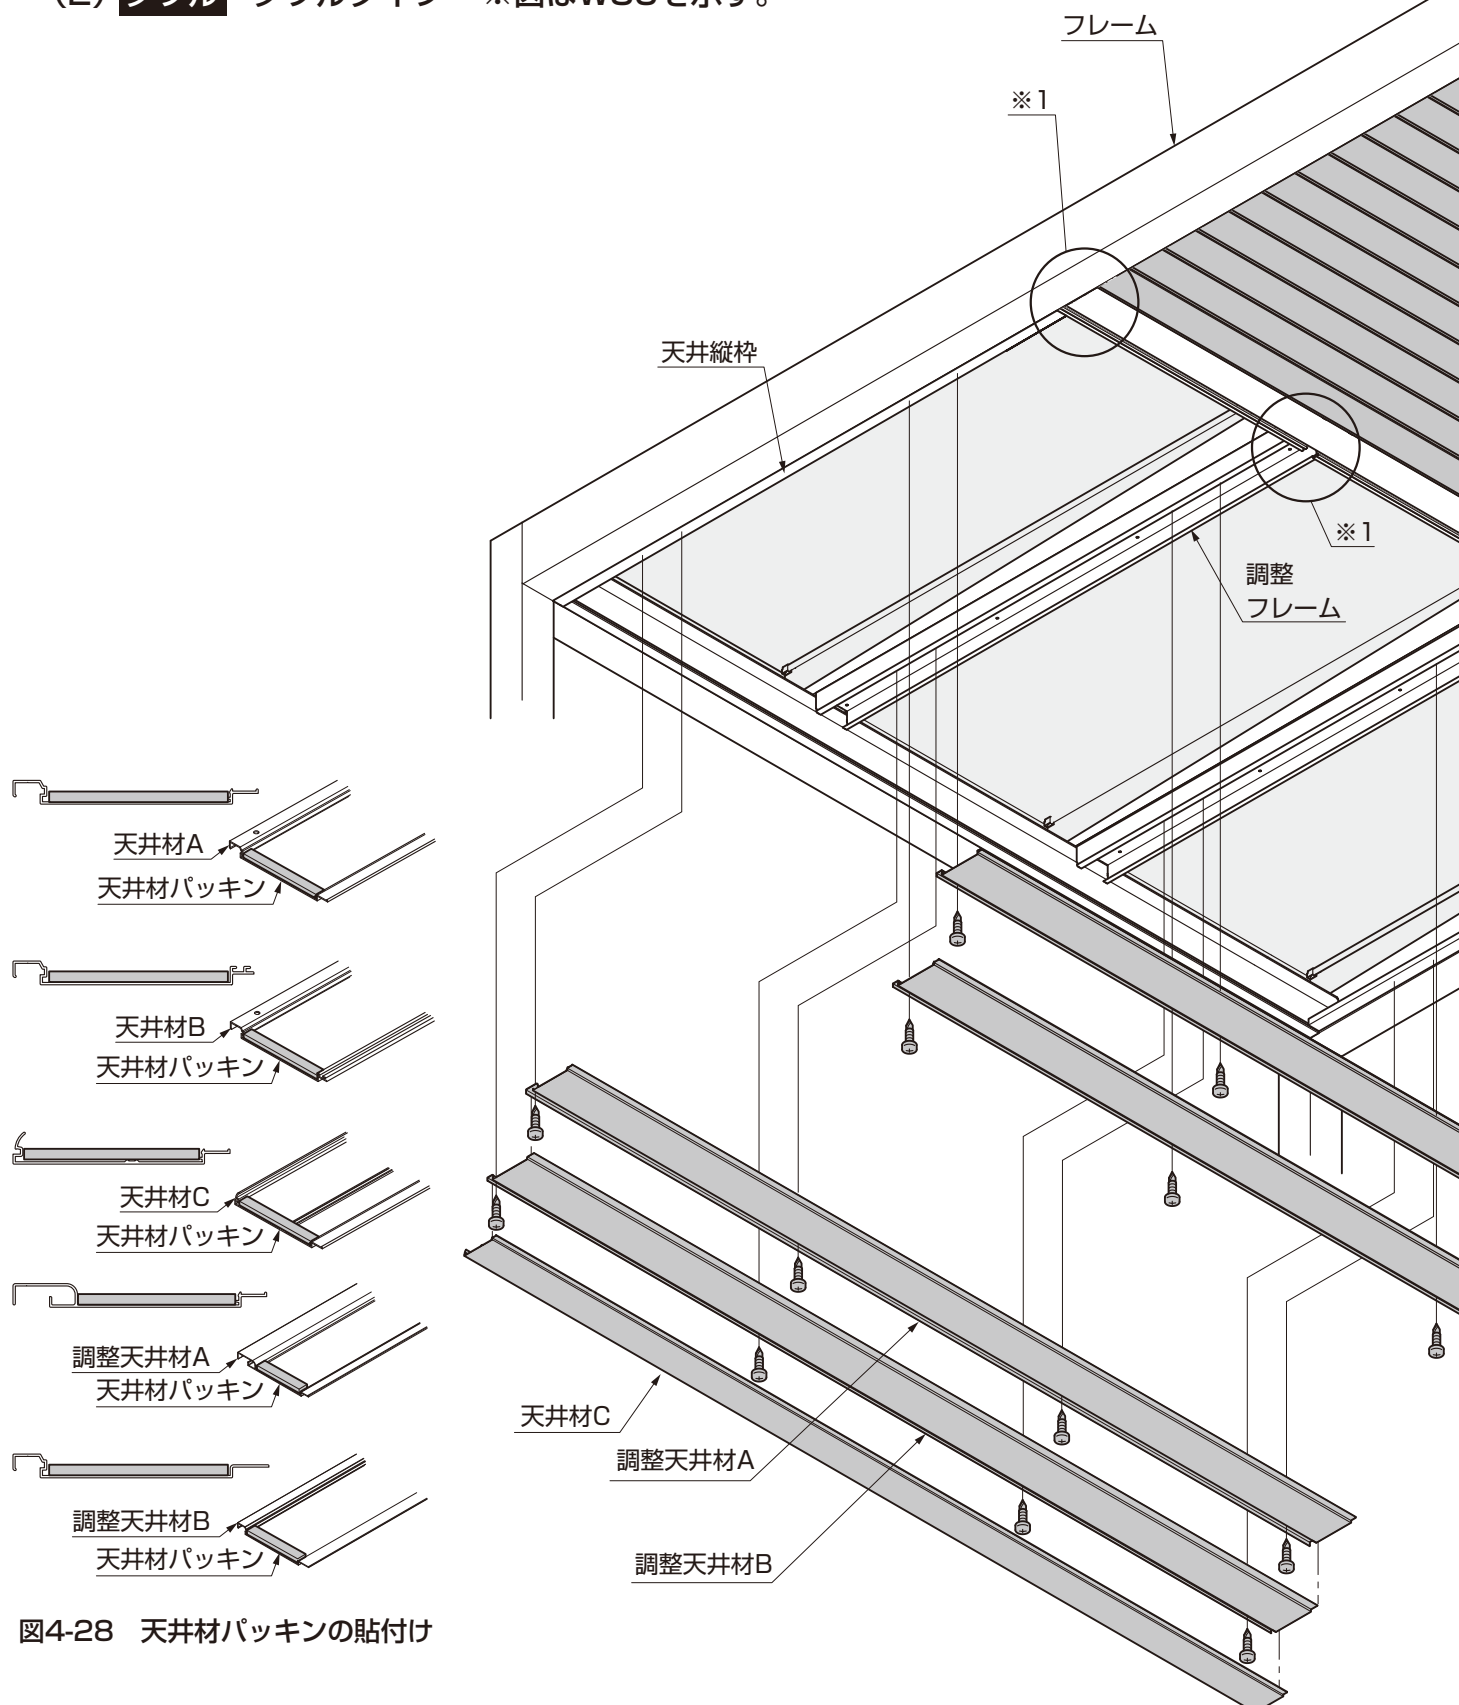

図4-28 天井材パッキンの貼付け
①天井材パッキンを天井材の左右端部の凹み部分に合わせてカットして天井材の左右端部に貼り付けてください。(図4-28参照)